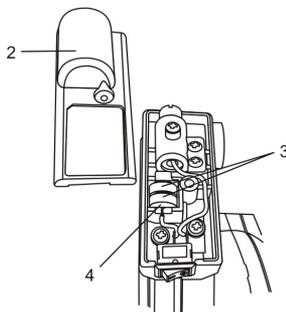

Figure 14
3. Soulever le couvercle du laser (2) du dessus de l'assemblage (figure 14).
4. Retirer les deux piles usagées (3).